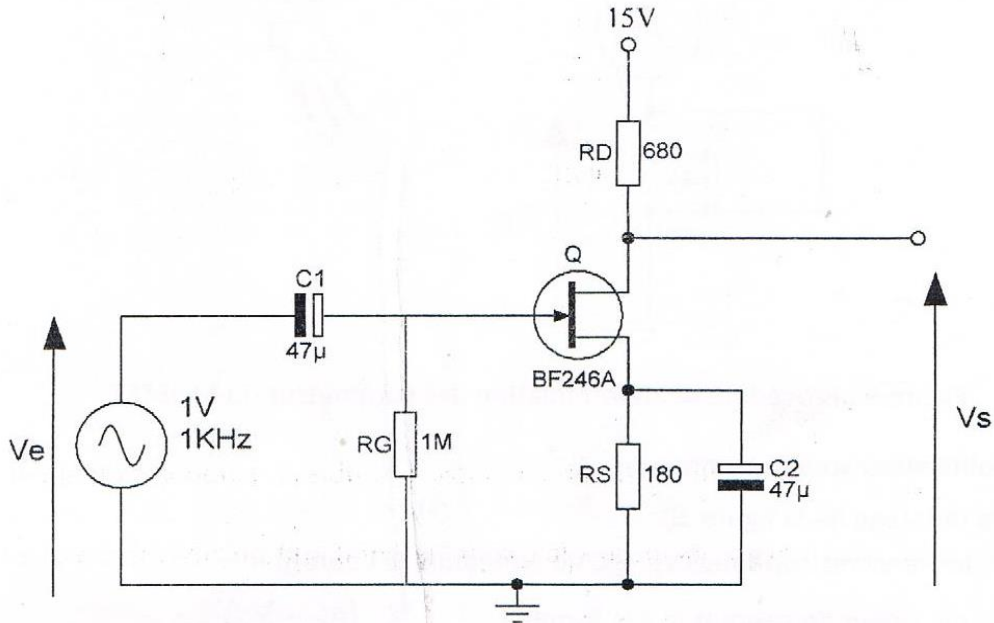

Figure 8 : Schéma électrique de l'amplificateur JFET source commune.
1. Obtenir le schéma équivalent petits signaux des circuits des figures 8 et 10.
- Câbler le montage de la figure 8